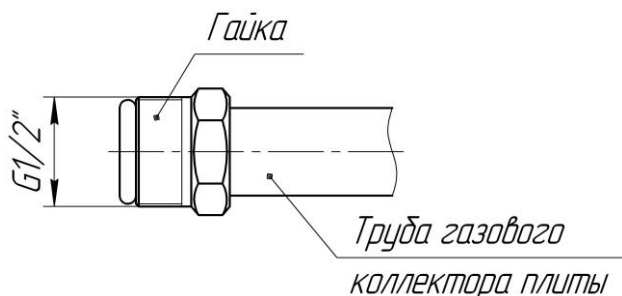

Рис. 1. Конструкция газового коллектора
3) На плите предусмотрен подвод газа, что позволяет присоединять её к магистральному газопроводу с помощью гибкого шланга. На выходе газового коллектора плиты расположена гайка с наружной цилиндрической резьбой G1/2", предназначенная для подключения плиты к сетевому газопроводу (см. Рис. 1).